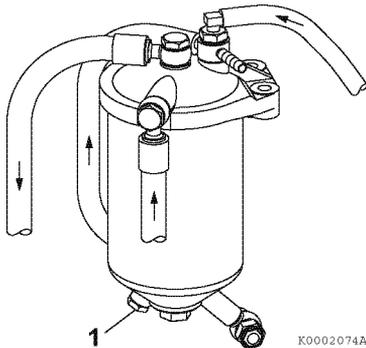

Figura 3
2. Afloje el tapón de vaciado (1, **Figura 3**). Vacíe toda el agua y la suciedad que haya en el interior. Deseche adecuadamente toda el agua y la suciedad recogidas.